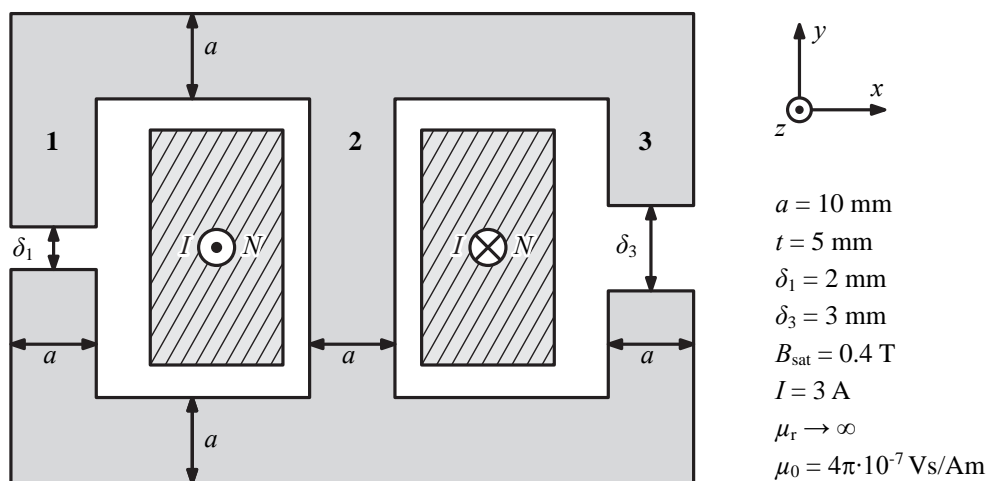

Fig. 4: Wicklung auf dreischenkligem Kern.
Gegeben sei die Anordnung einer Induktivität, welche gemäss **Fig. 4** aus einer Wicklung mit Windungszahl N auf einem dreischenkligem Kern besteht. Die Schenkel 1 und 3 des Kerns weisen je einen Luftspalt mit den Spaltbreiten δ_1 bzw. δ_3 auf. Alle Querschnittsflächen des Kerns sind gleich gross und besitzen die Abmessungen $a = 10 \text{ mm}$ und $t = 5 \text{ mm}$ (Tiefe in z Richtung). Sie dürfen in allen Berechnungen von einer relativen Permeabilität $\mu_r \rightarrow \infty$ des Kernmaterials ausgehen.
- Zeichnen Sie das zugehörige Reluktanzmodell der Anordnung in **Fig. 4** und berechnen Sie die darin enthaltenen magnetischen Widerstände algebraisch und numerisch.